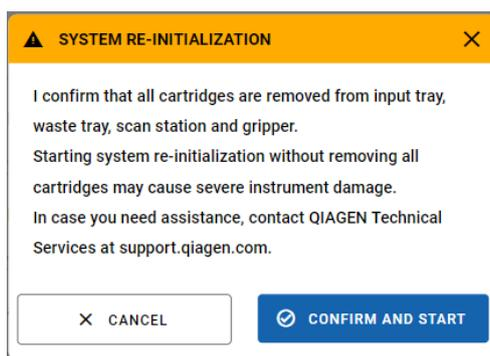

Figura 86. Schermata di conferma del recupero manuale.
7. Assicurarsi che tutte le cartucce, ad eccezione di quelle analizzate negli AM, siano state rimosse dal sistema (Figura 86).